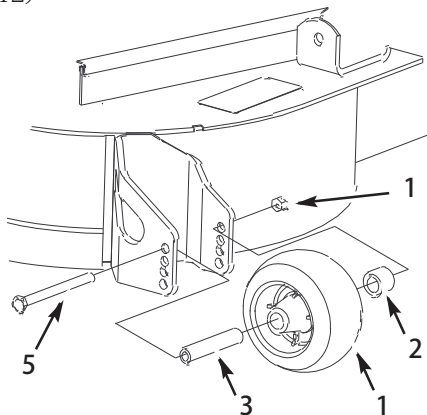

図 12
1. 刈高を変更後、ローラのフランジ・ナット、ブッシュ、スペーサ、ボルトを外してローラの高さ調整を行う。(図12)
3. フランジ・ナット、ブッシュ、スペーサ、ボルトを取り付ける。ボルトを54-61 N.m = 5.5~6.2 kg.m にトルク締めする (図12)。